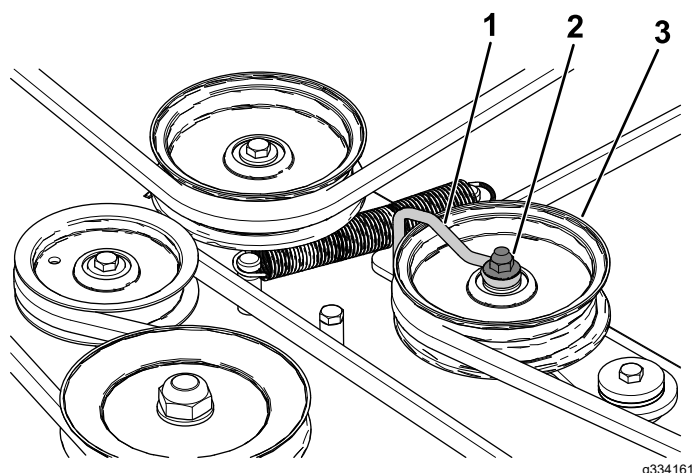

Figura 61
6. Slăbii piulia care fixează cablul la roata de antrenare a rolei de ghidare (Figura 61).
10. Strângeți slăbii piulia care fixează cablul pe roata de antrenare a rolei de ghidare (Figura 61).
Notă: Poziționați cablul pe braul rolei de ghidare, aa cum este ilustrat în Figura 61.